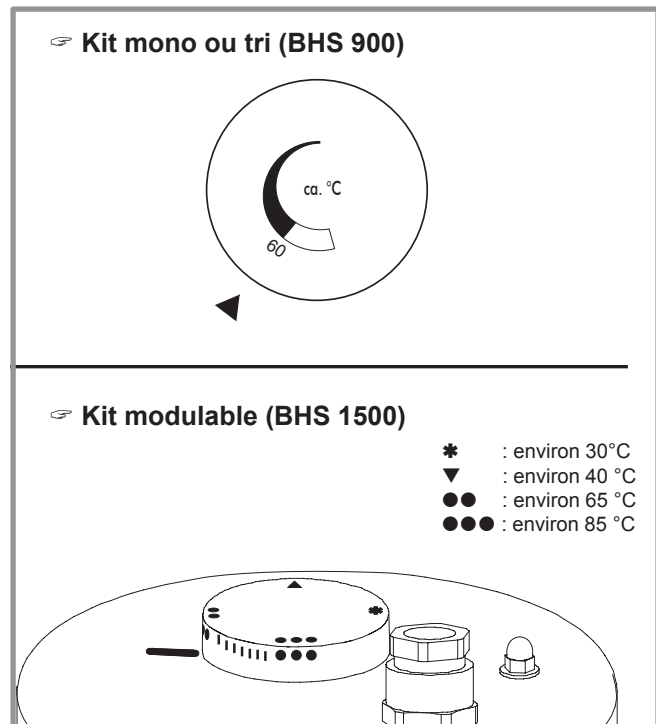

figure 8 - Réglage du thermostat
- Régler le thermostat à la température désirée (voir figure 8 et § 3.1, page 7).
- **2** - Régler le thermostat à la température désirée (voir figure 8):
Afin d'éviter un dépôt trop important de calcaire sur l'élément de chauffage, nous recommandons de régler le régulateur à une température inférieure à 60°C (voir figure 8).